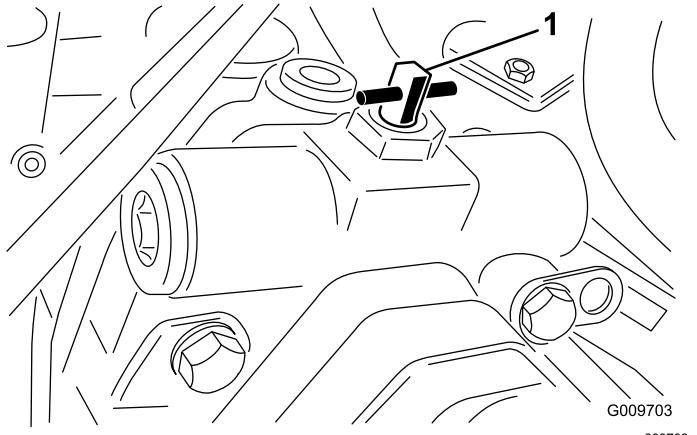

Bild 45
3. Drehen Sie das Sicherheitsventil um eine Vierteldrehung nach rechts oder links, um es zu öffnen und das Öl intern umzuleiten (Bild 45).
- Drehen Sie das Sicherheitsventil um eine Vierteldrehung nach rechts oder links, um es zu öffnen und das Öl intern umzuleiten (Bild 45).